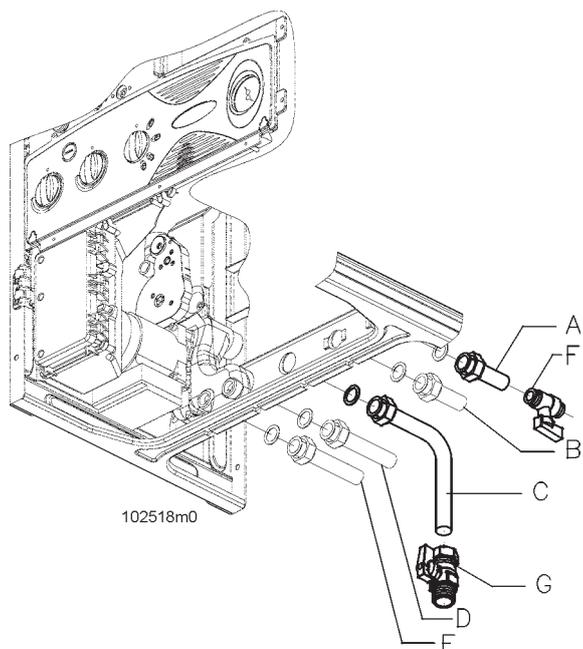

Figura 15 - Connessioni idrauliche e gas
- Sul tubo di adduzione gas è obbligatorio installare sempre un rubinetto di intercettazione omologato EN 331. La caldaia ne è corredata (vedi figura 15 particolare "G").
La caldaia viene fornita di serie con i raccordi illustrati nella figura 15, dove: